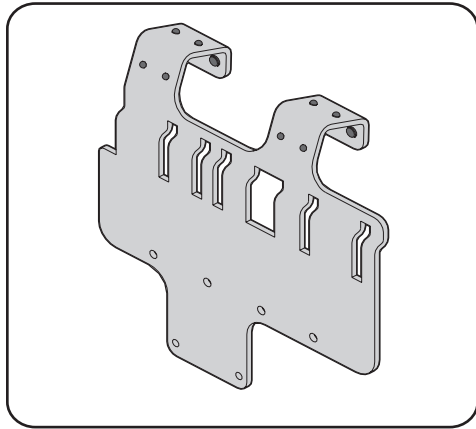

Figura 4-5
1. Con la Figura 4-5 y el cuadro a continuación, localice la ubicación del orificio de montaje correcto en el soporte de montaje para su tractor: